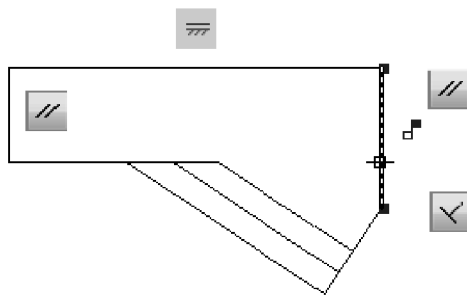

图 10-4 对象上的所有几何约束
- 将鼠标悬停在已应用几何约束的对象上时，会亮显与该对象关联的所有约束栏，如图 10-4 所示。